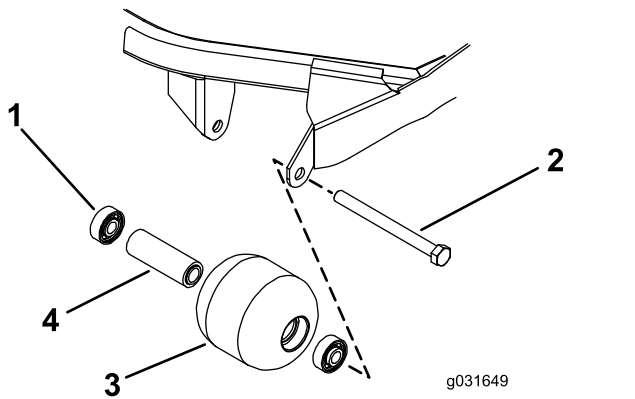

Figura 71
1. Retire el perno de montaje del rodillo (Figura 71).
4. Inspeccione el alojamiento del rodillo, los cojinetes, y el espaciador del cojinete (Figura 71).
1. Introduzca el primer cojinete en el alojamiento del rodillo, haciendo presión solamente sobre el anillo de rodadura exterior, o de forma igual sobre el anillo exterior y el interior (Figura 71).
2. Introduzca el espaciador (Figura 71).
3. Introduzca el segundo cojinete en el alojamiento del rodillo hasta que entre en contacto con el espaciador, haciendo presión solamente sobre el anillo de rodadura exterior, o de forma igual sobre el anillo exterior y el interior (Figura 71).